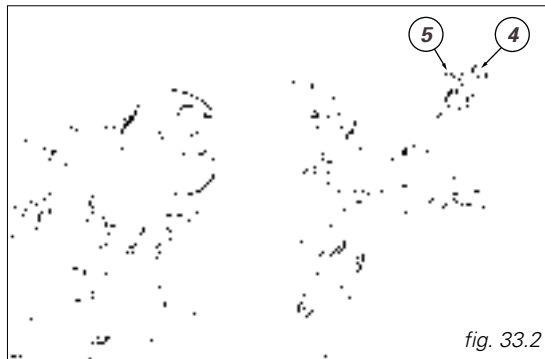

fig. 33.2
Dopo aver modificato l'angolo di sterzo, è necessario riposizionare l'ammortizzatore. Svitare la vite (4, fig. 33.2), spostare lo snodo dell'asta ammortizzatore in corrispondenza del foro (5) del telaio. Serrare la vite (4) tolta precedentemente, applicando un frenafili medio.